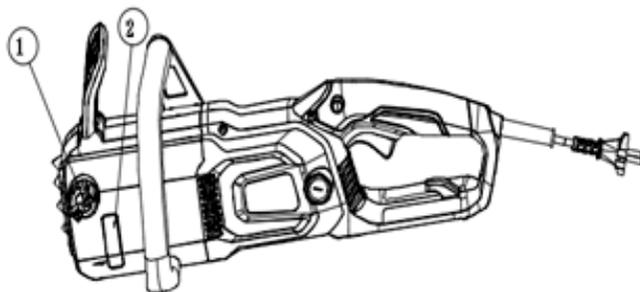

Рис. 12
9.5 Заправка маслом для смазки цепи (рис. 12)
1. Для контроля уровня масла в резервуаре предусмотрено контрольное окно (рис.12 поз.2).
2. Для заправки малом, открутите крышку (рис.12 поз.1), долейте масло и закрутите крышку (рис.12 поз.1).